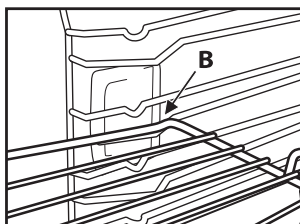

Fig. 2
2. Inclinez la grille à la hauteur de la position de blocage « B » (Fig. 2).